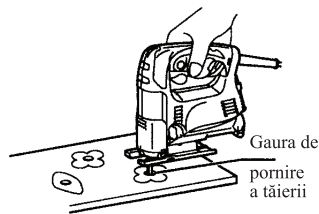
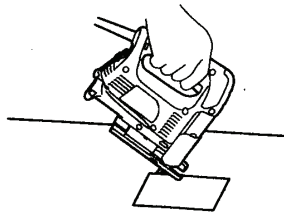

Fig.6
Fig.7
Decupaje (Fig.6 și Fig.7)
A) Dând o gaură de pornire: Pentru decupaje interne fără o tăietură de racord de la o muchie, dați o gaură de pornire de 12mm sau mai mult în diametru. Introduceți lama în această gaură pentru a începe tăierea.(Fig.6)
1. Înclinați mașina pe muchia din față a bazei cu lama poziționată chiar deasupra suprafeței piesei (Fig.7).